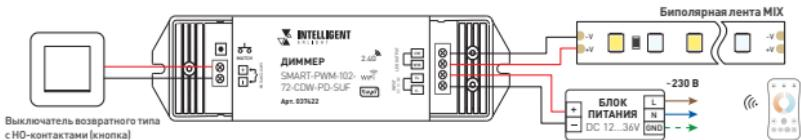

Рис. 1. Схема подключения диммера SMART-PWM-102-72-CDW-PD-SUF
- 3.2. Подключите диммер согласно схеме, приведенной на рис. 1.